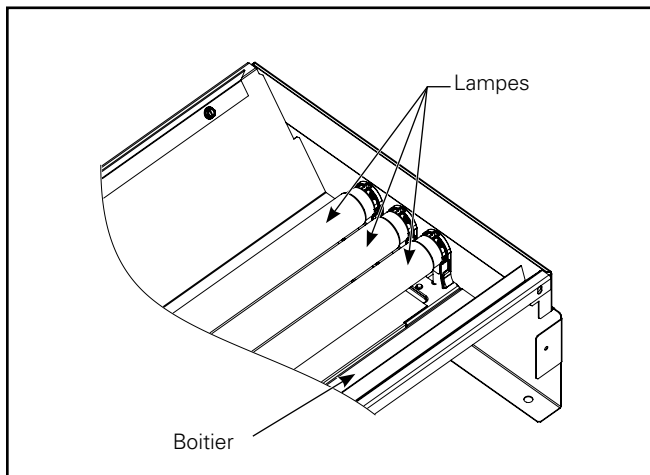

Figure 1.
1. Retirez les lampes du luminaire (Figure 1).